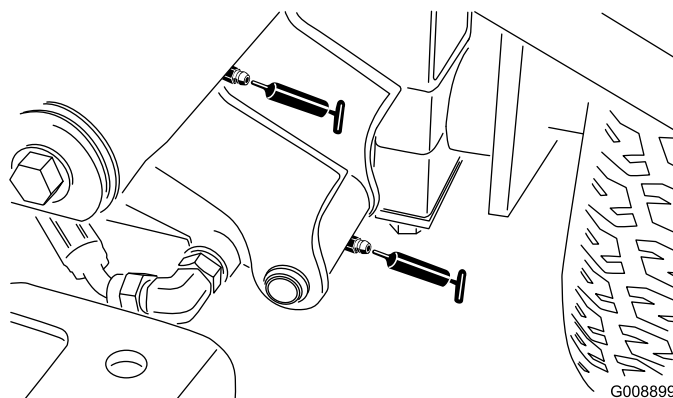

Figura 55
- Perno del braccio di sollevamento sinistro anteriore e cilindro di sollevamento (2) (Figura 55)